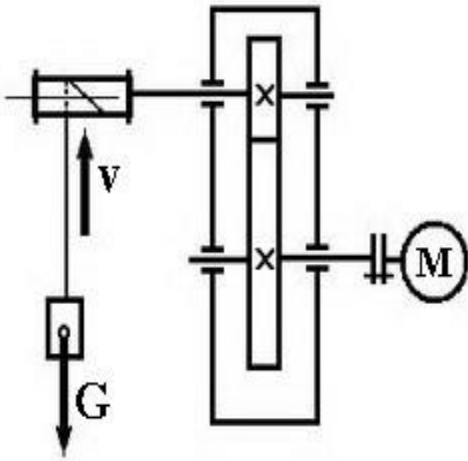

Рис. 1
3. Лебедка состоит из цилиндрической передачи и барабана (Рис. 1), к которому посредством троса прикреплен груз  $G = 1000$  Н. Определить